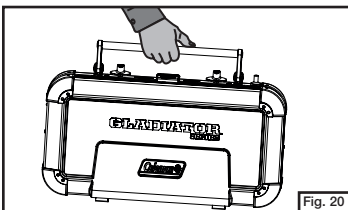

Fig. 20
- Pour porter le réchaud, tenez fermement sa poignée. (Fig. 20)